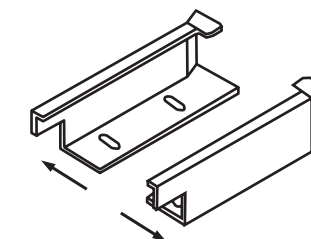

Fig. 2
- 3 - Far scorrere la piastra frontale (35P020) verso l'alto o il basso e posizionare la piastra di regolazione (35P019) su una delle tacche da 1 a 4 a seconda della maggiore o minore profondità desiderata. (Vedi Fig. 2)